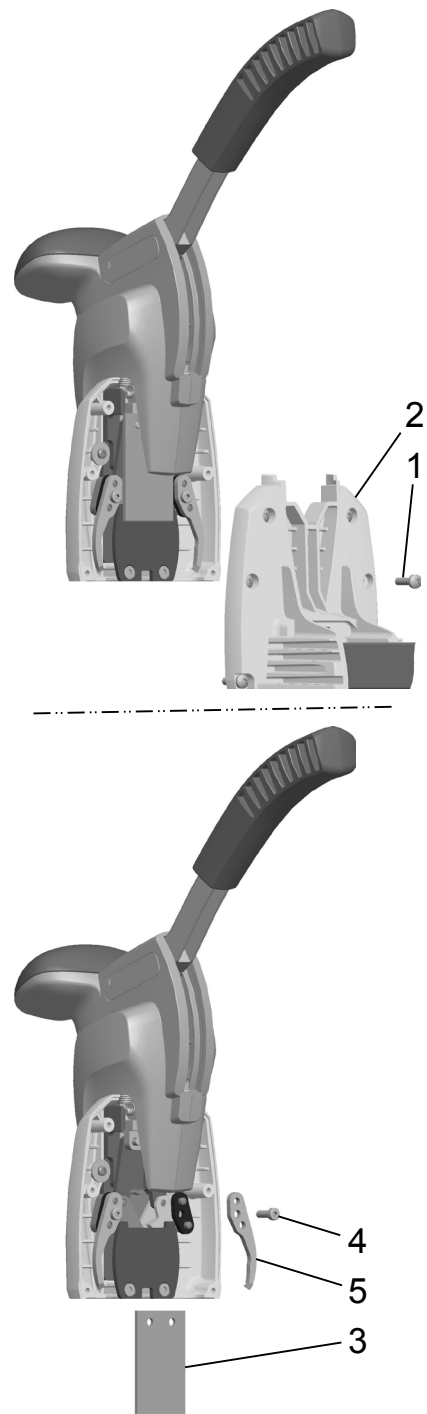

Fig. 10
- Demontera de sex skruvarna (Fig 10/1) som håller magasinet.